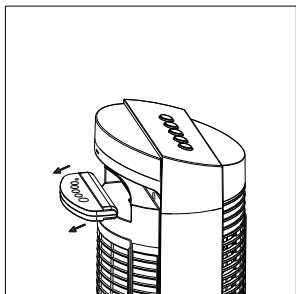

Fig.4
- A. Enlevez la télécommande du ventilateur. (Fig.4)